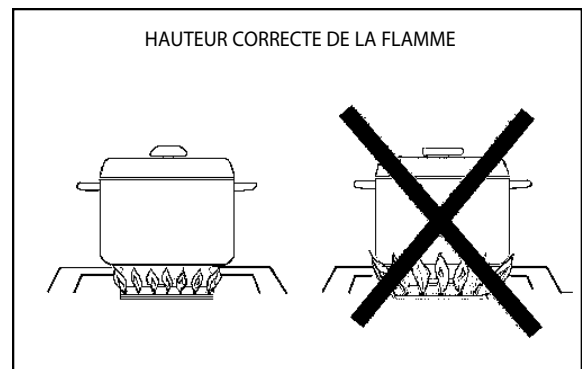

Fig. 03
- Pour des raisons de sécurité, la flamme ne doit jamais dépasser le fond du récipient. Ne laissez jamais les flammes lécher les parois de l'ustensile de cuisson (voir Fig. 03). Ceci décolorera ou endommagera l'ustensile.